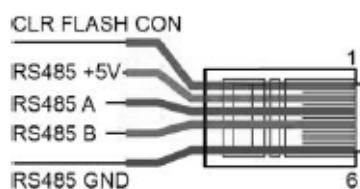

Fig. 4. Assegnazione dei pin del connettore RJ11 - RS-485 Modbus
- Collegare le linee dell'interfaccia RS-485 al connettore RJ11 secondo la Fig. 4.